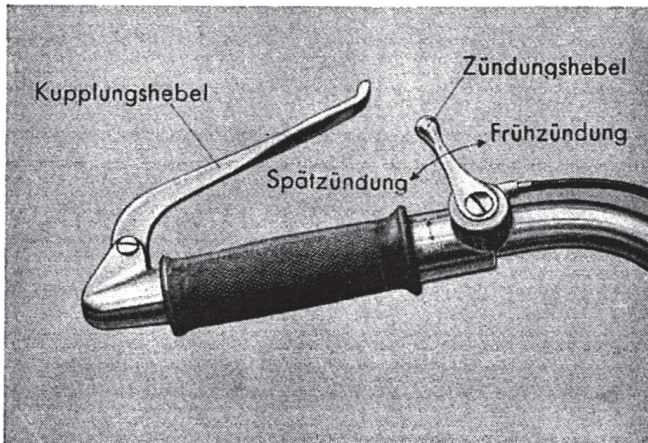

Abb. 5 Linkes Lenkerende
b) Zündungshebel. Der Zündungshebel auf dem linken Lenkerende betätigt mittels Bowdenkabel den Verstellhebel des Unterbrechers und verändert dadurch den Zeitpunkt des Abreißen der Unterbrecherkontakte, d. h. den Zündzeitpunkt. Durch Bewegen nach außen (vom Fahrer weg!) wird der Unterbrecher auf Frühzündung und durch Drehen nach innen (zum Fahrer hin!) auf Spätzündung gestellt (Abb. 5).